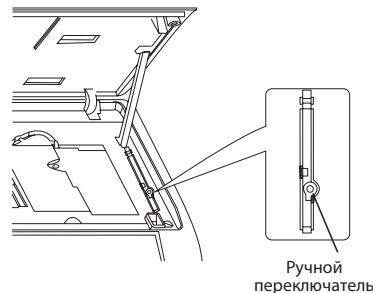

Рис. 5.5
5.5.1 В случае утери ПДУ или выхода его из строя кондиционер управляемся при помощи кнопки переключателя рис. 5.5.
- Для извлечения батареек, при замене, необходимо сдвинуть крышку пульта управления в направлении стрелки (см. рисунок 5.5) извлечь батареек и установить новые.